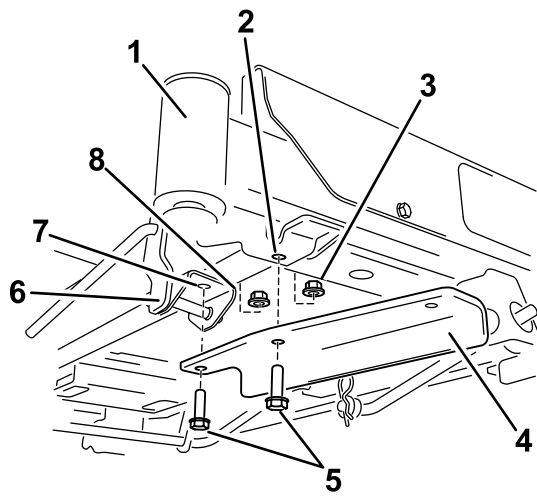

Figura 7
- Per macchine dotate di pedale di sollevamento assistito, rimuovete i dispositivi di fissaggio anteriori sulla staffa del pedale di sollevamento assistito e fissate la staffa mediante 2 bulloni e 2 dadi di bloccaggio (**Figura 7**).